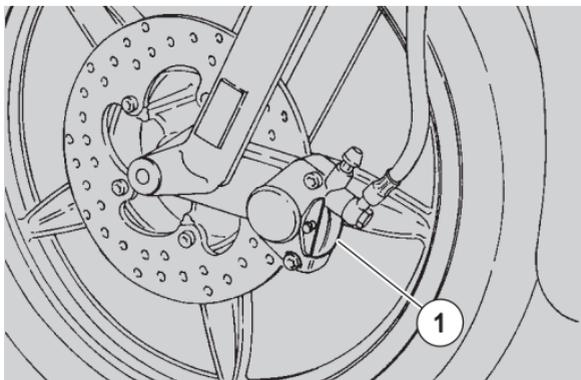

Abb. 36
- ◆ Backendicke kontrollieren: sie darf nie kleiner als 1 mm sein (Abb. 36). Falls diese Mindestbackendicke erreicht wurde oder die Bremsbacken beschädigt sind, wenden Sie sich Ihrem Aprilia- Vertragshändler.